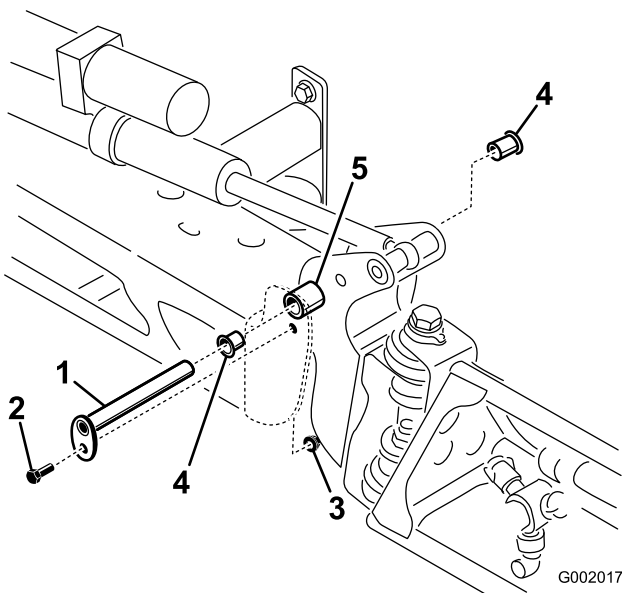

Bild 73
5. Nehmen Sie die Nylonbüchsen vorne und hinten an der Schwenkhalterung ab und prüfen Sie sie (Bild 73). Ersetzen Sie beschädigte Büchsen.
7. Montieren Sie den Ausleger und die Schwenkhalterung im mittleren Rahmen und richten Sie die Öffnungen aus (Bild 73).
3. Wenn das Gewicht des Auslegers abgestützt ist, nehmen Sie die Schraube und die Mutter ab, mit denen der Lagerbolzen am Ausleger befestigt ist (Bild 73). Nehmen Sie den Lagerbolzen ab.